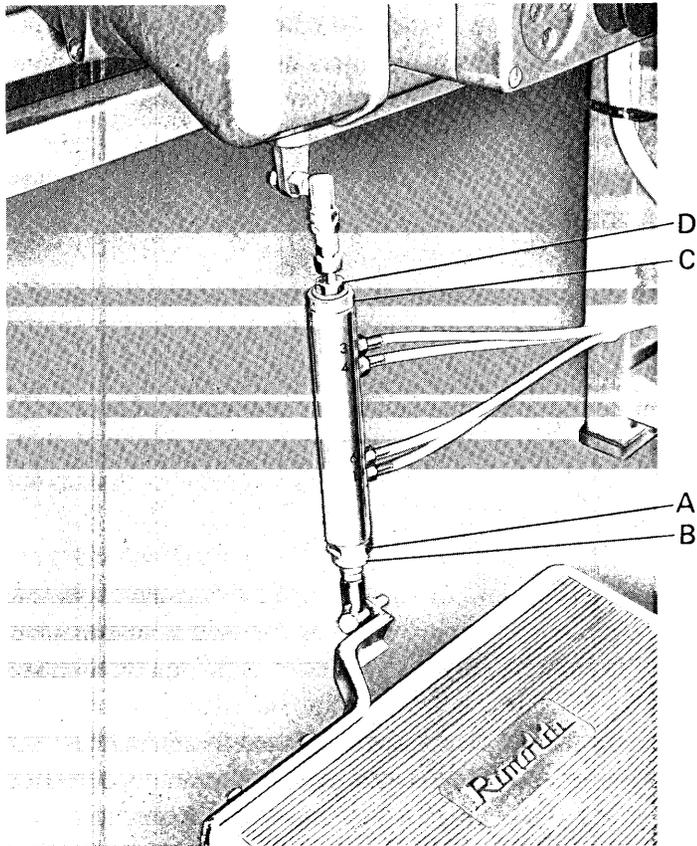

Fig. 29
Il gruppo valvole di comando, che collega la pedalina di avviamento macchina con la leva di innesto frizione del motore, è costituito da 2 valvole montate nello stesso corpo valvola (fig. 29). La valvola inferiore, a 2 vie, riceve aria dalla centralina tramite il raccordo 6 e la ritorna ad essa tramite il raccordo 1. La valvola superiore, a 4 vie, riceve aria tramite foro interno che la collega al raccordo 6 e la rimanda in centralina tramite i raccordi 3 e 4. In condizioni di riposo l'aria esce dal raccordo 3.
- In caso di non effettuazione del taglio dei fili, (causato dal mancato funzionamento della valvola) allentare il dado A fig. 29 e svitare la bussola guida stelo B in modo da ridurre lo sforzo richiesto per azionare la valvola. Ripetere la verifica e continuare la regolazione della valvola sino ad ottenere il ciclo di taglio.
Premere indietro la pedalina e verificare che non venga richiesto uno sforzo eccessivo per azionare la valvola superiore. In caso contrario, allentare il dado C e svitare la bussola guida stelo D (fig. 29)